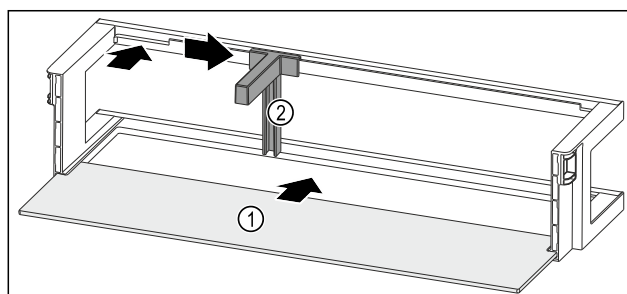

Fig. 165 Лотки на дверцятах з полицею
- ▶ Всуňte полицю Fig. 165 (1) в бокові пази.
- ▶ Вставте тримач пляшок Fig. 165 (2) у паз.
- ▶ Пересуньте тримач пляшок Fig. 165 (2) убік до бажаної позиції.